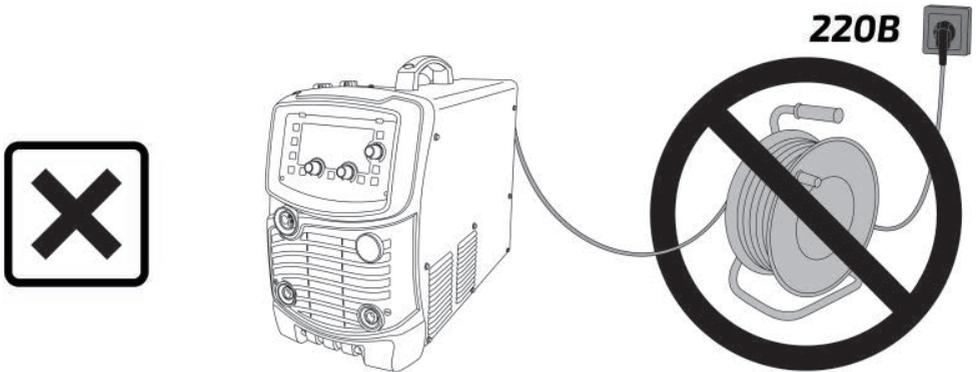

Рис. 8.3.2. Схема неправильного подключения и удлинения кабелей сварочного аппарата.
**Данный вид подключения (рис. 8.3.2) приводит к выходу сварочного аппарата из строя!**